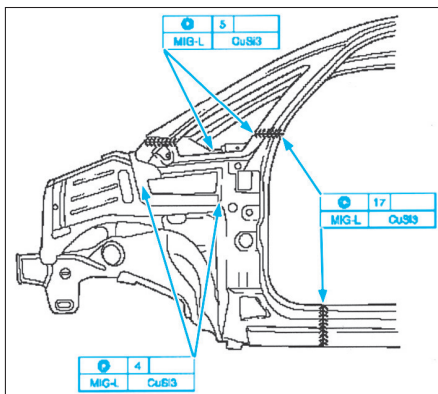
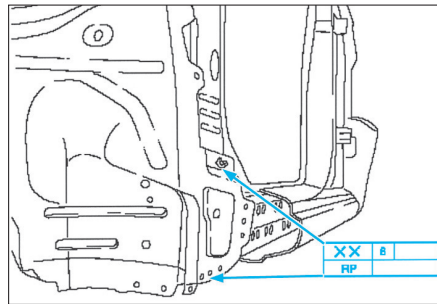
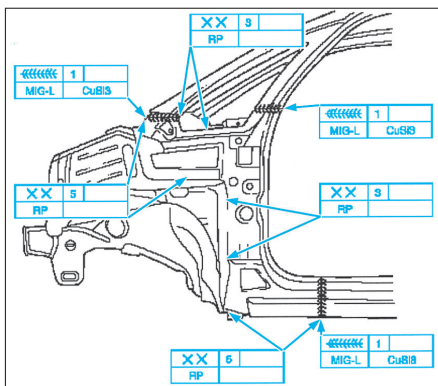

FIG. 34
FIG. 36
FIG. 35
- Souder le pied avant (Fig.34), (Fig.35) et (Fig.36).